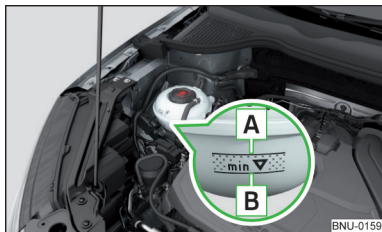

Fig. 300
Verificarea nivelului lichidului de răcire - nivelul lichidului de răcire trebuie să se afle între marcajele **A** și **B** » fig. 300. Dacă nivelul lichidului de răcire se află sub marcajul **B**, completați lichidul de răcire.
Specificația lichidului de răcire este menționată pe vasul de expansiune a lichidului de răcire » fig. 300.
■ Nu adăugați lichid de răcire deasupra marcajului **A** » fig. 300. Lichidul de răcire ar putea fi împins din sistemul de răcire, atunci când se încălzește - există pericolul de deteriorare a pieselor din compartimentul motor.